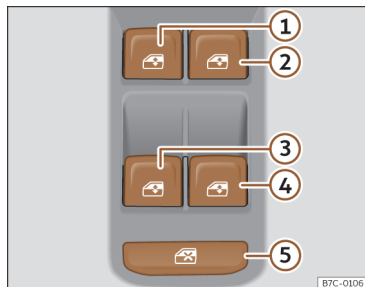

Fig. 60 Détail de la portière du conducteur : commandes des vitres.
La commande de sécurité >>> **fig. 60** ⑤ située sur la porte du conducteur vous permet de désactiver les touches des lève-vitres sur les portes arrière.